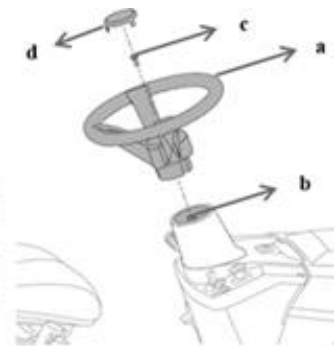

Fig.3
1. Aliniați și glisați volanul pe arbore în poziție și fixați-l cu șurubul furnizat. (Fig.3)